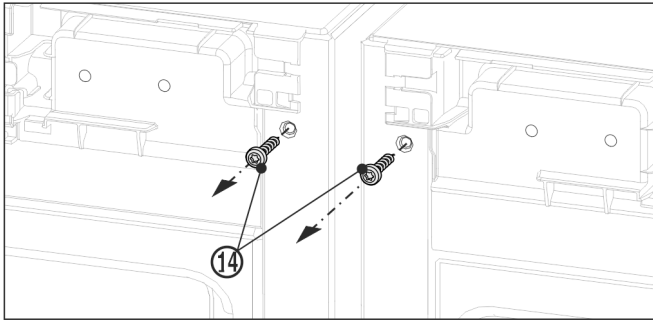

Fig. 11
- ▶ Skruva ut båda jordskruvarna Fig. 11 (14) innan du monterar den övre vinkeln.